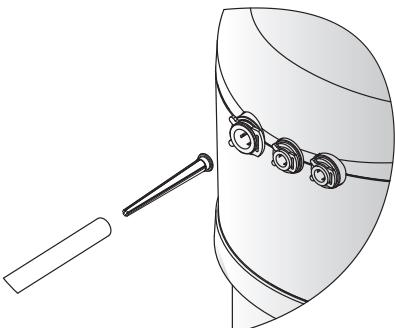

Рис. 6. Установка щелевой вставки
Установка щелевой вставки** (рис. 6)
- Установите щелевую вставку в трубку 3/8" (9,5 мм) как указано на рис. 6 и подсоедините данный конец трубы к водоочистителю.
- Извлеките щелевую вставку из трубы (см. рис. 6 на стр. 7).